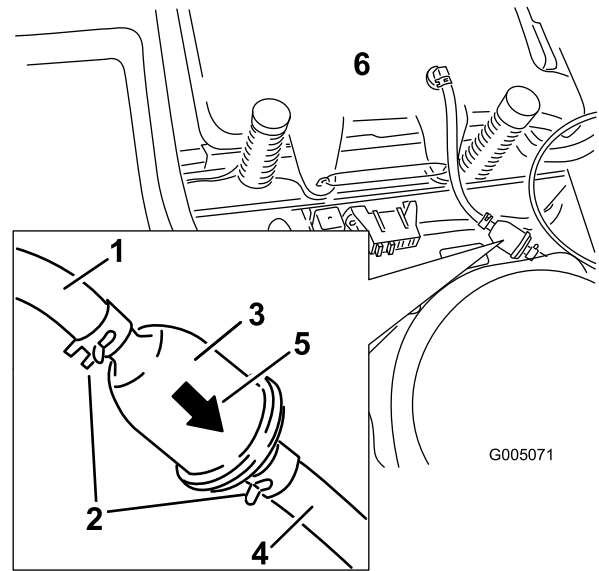

Figura 33
4. Premete le estremità delle fascette stringitubo ed allontanatele dal filtro (Figura 33).
6. Montate un nuovo filtro con la freccia della direzione del flusso proveniente dal serbatoio del carburante e rivolta verso il motore. Spostate le fascette stringitubo in prossimità del filtro (Figura 33) per bloccarlo.